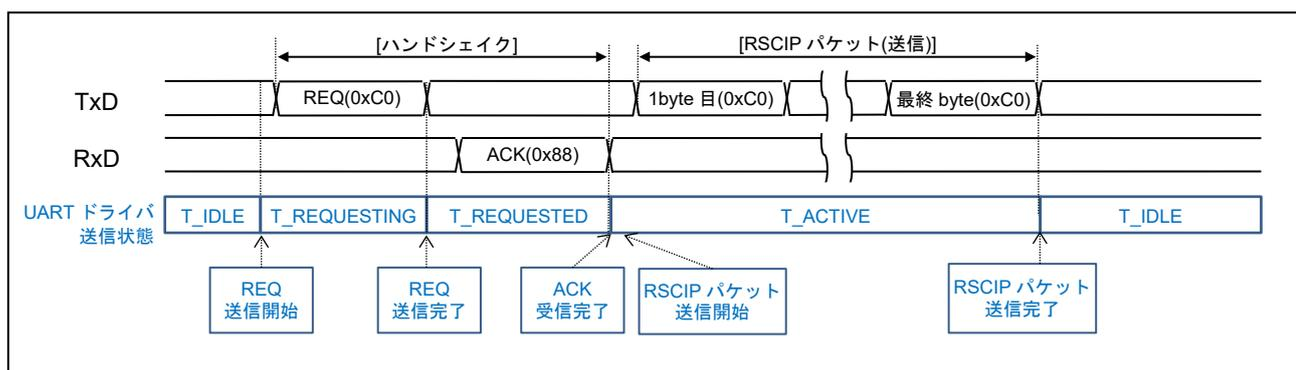

図 3-4 Host MCU がモジュールからの rBLE パケットを受信していない場合の動作
- (a) Host MCU がモジュールからの RSCIP パケットを受信していない(図 3-4)